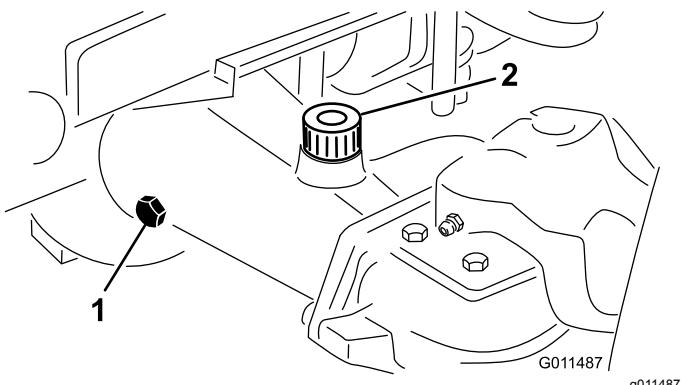

Figura 92
- Retire o tampão de verificação que se encontra na extremidade do eixo e certifique-se de que existe lubrificante até ao fundo do orifício (Figura 92).